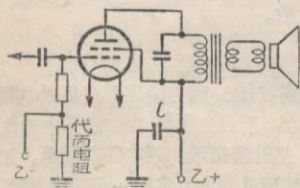

图 1
校准中频变压器时, 可以采用以下两件小工具: 一个是直径 7 公分的硬园纸片, 在园纸片的四周画好刻度, 中间挖三个小孔, 见图 1。孔的大小与位置可以根据中频变压器顶部的螺丝和修整电容器调整孔来决定。另一个工具是用长约 10 公分的木杆制成的木改锥, 在距木改锥尖端的上面 1.2—1.5 公分处横钻一小孔, 插上一根 4 公分长的竹针, 见图 2。
**防止烧燬电子管：**一般干电 5 灯机的乙-回路里，都串联有 1 只约 200—400 欧（根据收音机所用电子管程式和数量而定）的代丙电阻；乙+和地间并联 1 只 8—30 微法的傍路电容器。当收音机开啓时，这只电容器恰好和代丙电阻串联到乙电池上（图 1），现在把代丙电阻拆去，改接 1 只直流电阻等于代丙电阻的继电器  $R_{y1}$ ， $R_{y1}$  的接点作为灯丝回路的开关，把原来的灯丝开关  $S$  改接到乙-回路里，作为收音机的开关（图 2）。当  $S$  闭合时，电容器  $C$  被乙电池充电，充电电流经过  $R_{y1}$  的线圈  $L_1$  时，铁心磁化，接点 1 被吸和 3 接触，把灯丝回路接通。在电容器  $C$  的充电电流还没有停止，来得及把接点 1 释放以前，灯丝已发射足够的电子，使全机产生的乙电电流在流过  $L_1$  时，能够接替充电电流把  $R_{y1}$  的接点 1 继续吸住，因此灯丝永远接通。关机时只要把  $S$  断开，乙电路不通， $R_{y1}$  才把接点 1 释放，弹回原处和接点 2 接触，使电容器经  $R_1$  放电，以便第二次开机。